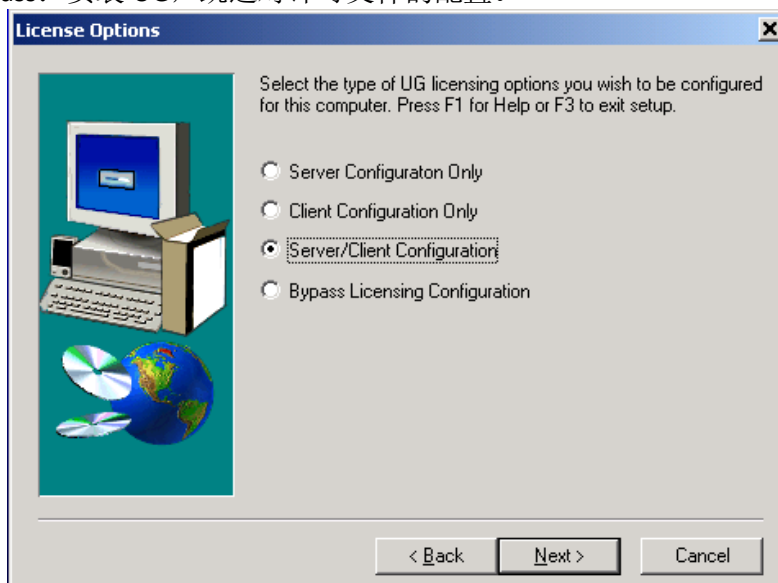

图 1.3 License 类型设置对话框
4. 选择“Typical”安装方式并单击“Next”按钮后，会出现如图 1.3 所示的 License 类型设置对话框。其中有如下四个选项，在这里我们选择“Both”选项。